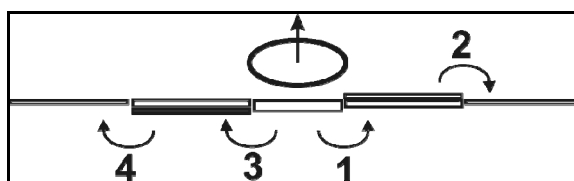

Fig. 74
Følg rekkefølgen på Fig. 74 ved utfolding av bommen. Sammenfoldingen skjer i omvendt rekkefølge!
2. Fold ut høyre bomseksjon (Fig. 74/1,2).
3. Fold ut venstre bomseksjon (Fig. 74/3,4).